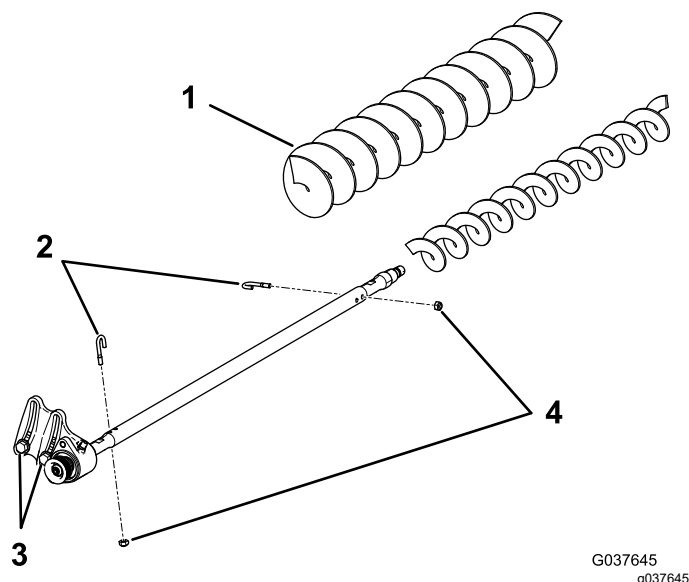

図 22
3. J ボルト2本とナットを外す (図 22)。
4. ブラシシャフトについている既存のブラシを抜き取る 図 22。
5. 駆動側ベアリングハウジングをベアリングハウジング取り付けブラケットに固定しているボルト各 2 本とワッシャおよびナットをゆるめる 図 22。
6. グルーマシャフトに高刈りブラシブラシを通す 図 22。
7. 先ほど外した J ボルトとナット各 2 を使って、ブラシをシャフトに固定する 図 22。